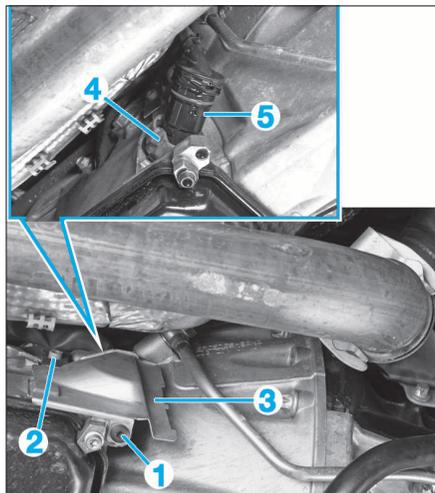

FIG. 4
- Déposer les vis (1) et (2) du pare-chauffeur (Fig.4).